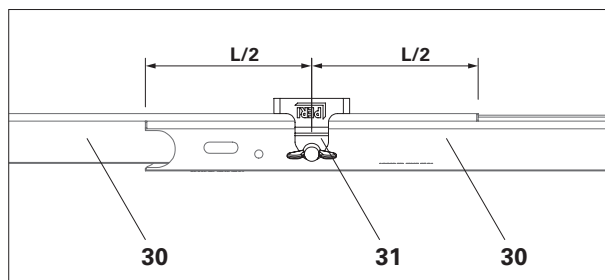

Fig. A5.06
Con l'elemento di compensazione per tavola fermapiede UPY-L (31) e due tavole fermapiede UPY (30) è possibile montare una tavola fermapiede regolabile in lunghezza in modo continuo. (Fig. A5.06)